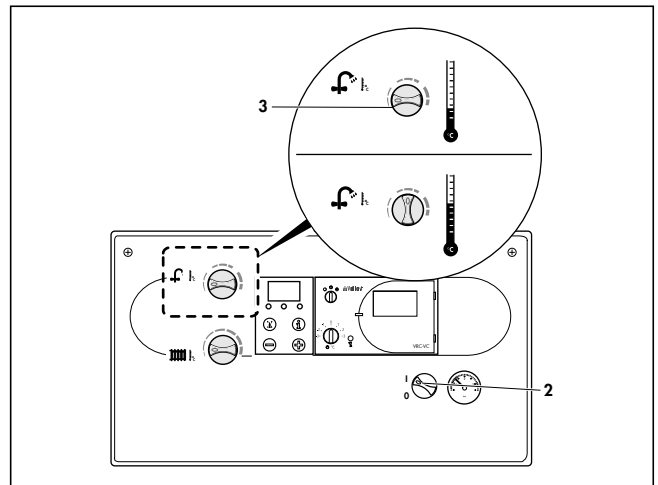

Abb. B.5
- Bei einer Wasserhärte von mehr als 10°dh (1,79 mol/m³) stellen Sie bitte den Drehknopf (3) maximal in die Mittelstellung (Abb. B.5).